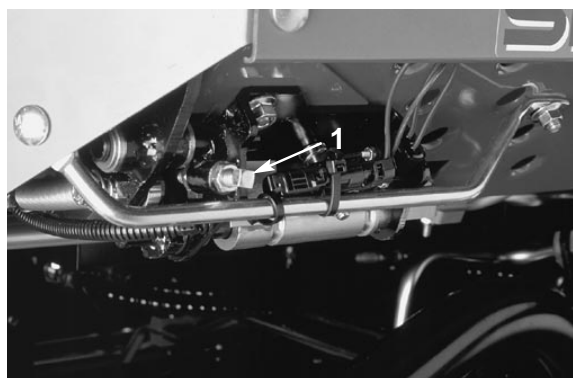

Fig. 8
N.B. La velocità di tosatura viene impostata in fabbrica a 9,5 km/h. Per aumentare o ridurre la velocità, regolare la vite d'arresto pertinente (Fig. 8).